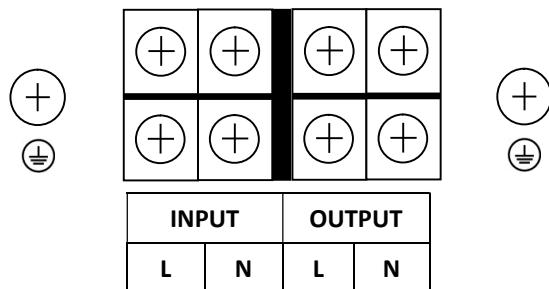

Figura 8 - Morsettiera d'Ingresso/Uscita per Stabilizzatori Monofase
- 1.1. Togliere il pannello metallico di accesso alla morsettiera d'Ingresso/Uscita. La morsettiera d'Ingresso/Uscita è illustrata in figura 8. Tutti i cavi che verranno collegati alla morsettiera devono arrivare alla morsettiera entrando dagli appositi fori sul retro dello stabilizzatore.
- 1.2. Procedere al collegamento della linea d'Ingresso AC INPUT (FASE, NEUTRO e TERRA), facendo attenzione alla corretta polarità e alla corrispondenza con la figura 8, come spiegato sotto: